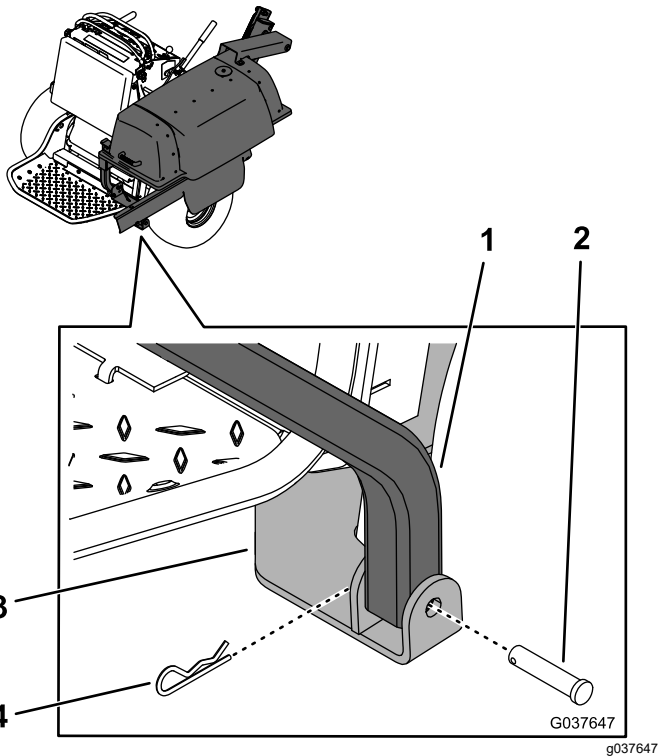

図 13
- 誰かに手伝ってもらってバギーフレームを持ち上げ、フレームの後部下側を、下側取り付けブラケットに固定するクレビスピンとヘアピンコッターを使用する 図 13。